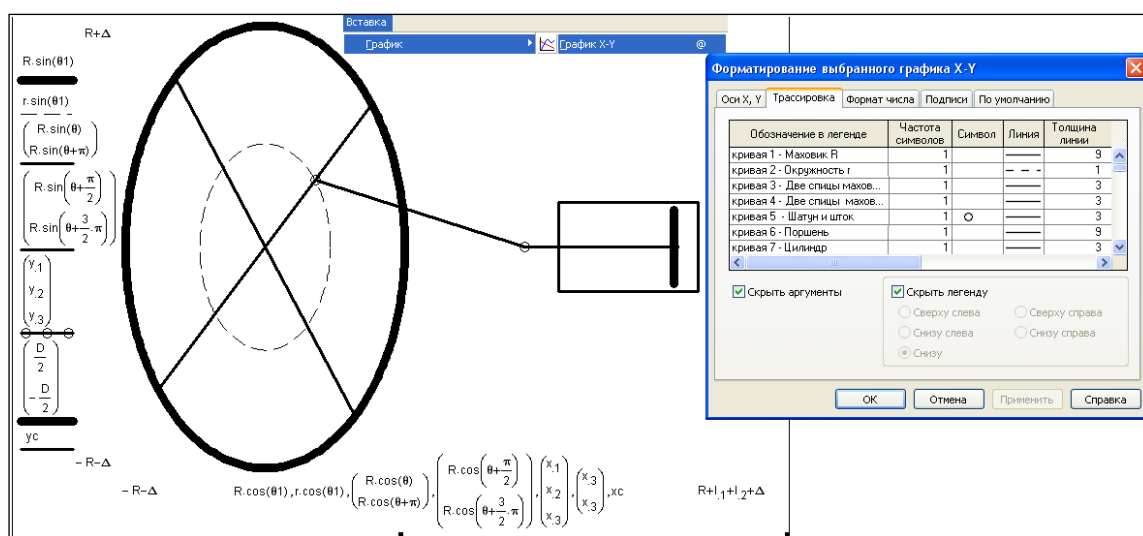

Рис. 8.3. Форматирование графика – схемы паровой машины
- Кривая 1. Окружность маховика паровой машины рисуется так. Задается переменная θ_1 , хранящая не скалярное значение, а дискретные значения угла от 0° до 360° с шагом 1° (см. оператор в нижней части области Решение на рис. 8.2). На графике (рис. 8.3) строится так называемая параметрическая кривая с выражениями $R \cdot \sin(\theta_1)$ на оси Y и $R \cdot \cos(\theta_1)$ на оси X, что и позволяет нарисовать окружность (на рисунке это пока эллипс) с радиусом
Размер графика нужно установить таким, чтобы маховик выглядел круглым (см. рис. 8.2; на рис. 8.3, повторяем, маховик выглядит овальным из-за того, что пропорции графика несколько искажаются при его форматировании). Изменение размера графика ведется протяжкой мышкой его рамки. Кроме того, при создании анимации нужно зафиксировать разброс графика по его осям. По умолчанию пакет
и определять значения коэффициентов A и B ⁵, а затем решить еще одну систему двух уравнений, одно из которых нелинейно, и находить координаты точки 6. Когда координаты всех точек определены, легко создать анимацию движения дворников автомобиля по методике, описанной выше для паровой машины – см. рис. 8.3 и 8.4.